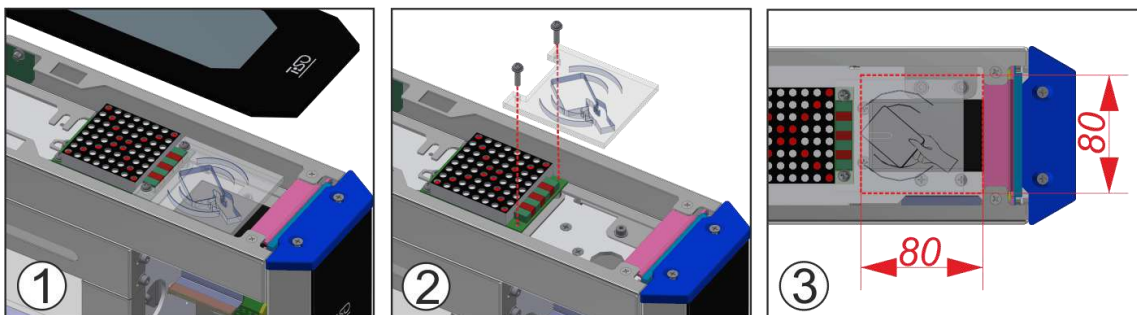

Рис.24 - Встановлення зчитувача карт
1. Зняти кришку або скляну стільницю (Рис.24);